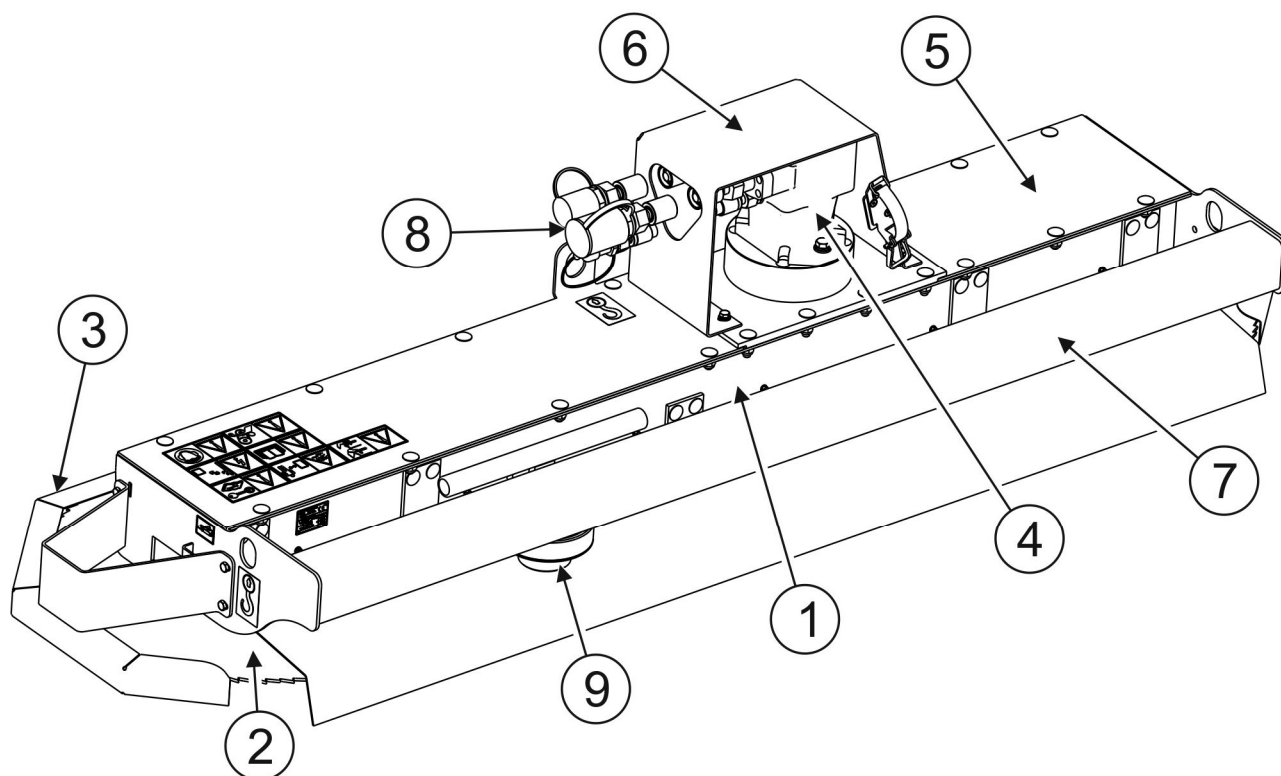

РИСУНОК 3.2 Общее устройство.
(1)- корпус пилы для обрезания ветвей; (2)- дисковая пила; (3)- защитный кожух на время транспорта; (4)- гидравлический двигатель; (5)- крышка; (6)- кожух гидравлического двигателя; (7)- несущий брус; (8)- гидравлические провода; (9)- комплект специальных ключей.
Пила для обрезания ветвей состоит из корпуса (1) (РИСУНОК 3.2), на котором крепится несущий брус (7), позволяющий подсоединять пилу к головке универсальной стрелы.